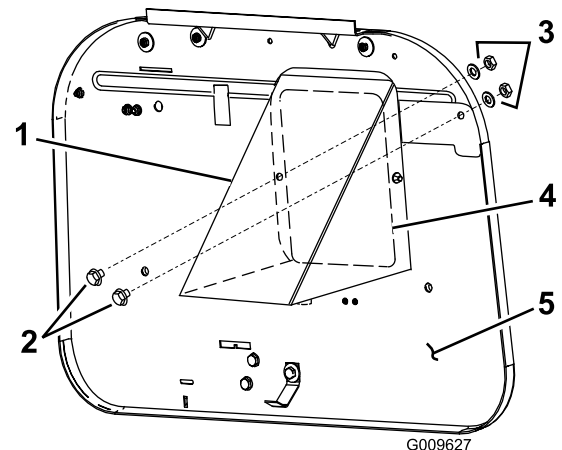

Figura 1
8. Fissate il deflettore alla piastra posteriore con i bulloni, le rondelle e i dadi in dotazione nel kit (Figura 1).